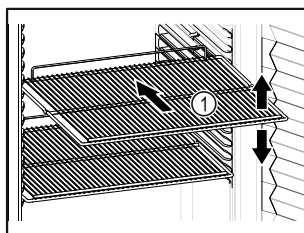

Fig. 54
- Se è possibile spostare i ripiani Fig. 54 (1), regolarli in altezza.